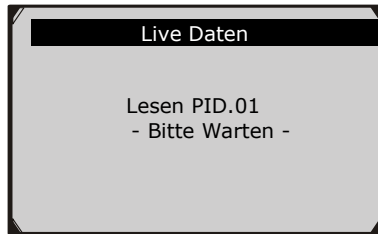

Abbildung 5.11
- 2) Warten Sie ein paar Sekunden während der Scanner die PID MAP bestätigt. (Abbildung 5.11)